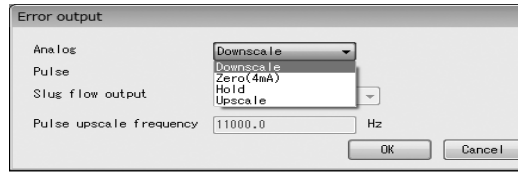

図53
- ③ 図53、54のように、「Analog」、「Pulse」の右側の矢印をクリックしてドロップダウンリストの中から設定する出力レベルを選択してください。